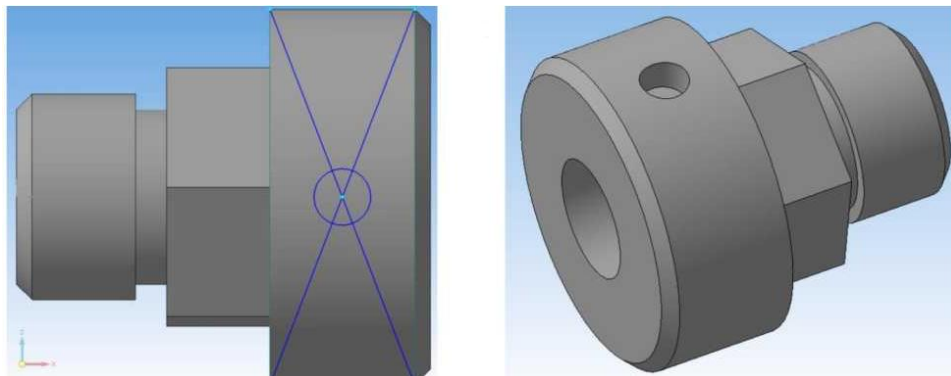

Рисунок 6.
*пактная* выбираем **Вспомогательная геометрия 1** и нажимаем кнопку **Касательная плоскость 2**. Для построения плоскости необходимо указать цилиндрическую поверхность **3** и одну из координатных плоскостей, которой будет параллельна вспомогательная плоскость **4** (к примеру, XY). Таким образом, построится плоскость **5**. На новой плоскости строится эскиз отверстия по центру, рисунок 6.